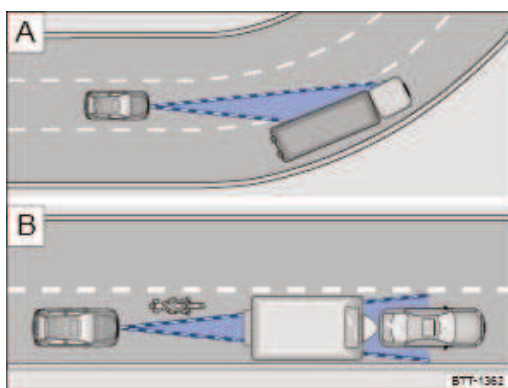

Fig. 128 Virages. véhicules en dehors de la zone d'action du capteur à radar
Le capteur à radar scanne uniquement la zone située droit devant le véhicule. De ce fait, des véhicules peuvent être détectés par erreur ou des véhicules vous précédant ne pas être détectés dans des virages serrés ⇒ Fig. 128 **A**.
- En cas de véhicules circulant en dehors de la zone du capteur à proximité immédiate du véhicule comme des motos ⇒ Fig. 128 **B**.